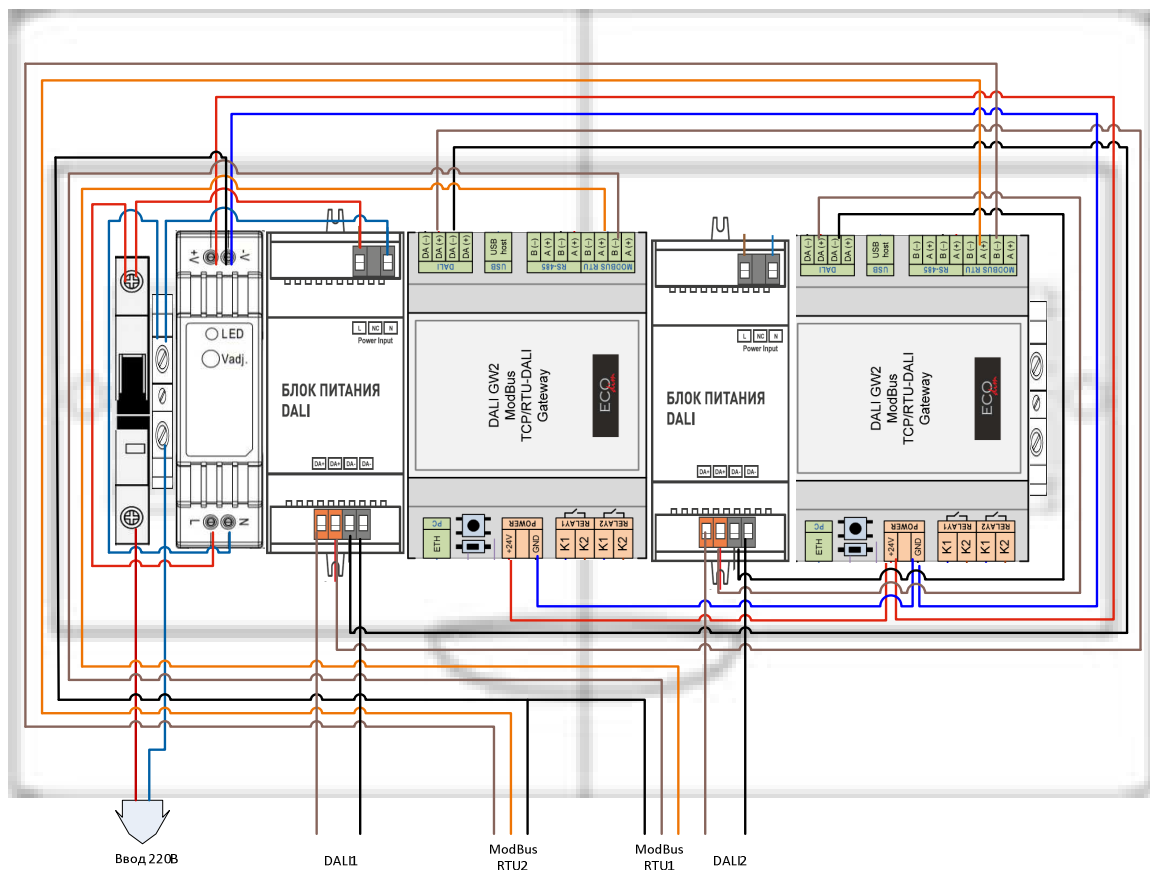

Рис.5. Схема электромонтажная. Модуль расширения.
- 5.10. Восстановите все внешние кабельные соединения бокса в соответствии со схемой электромонтажной рис.5. Проверьте механическую надёжность подключения кабелей к клеммным колодкам бокса.